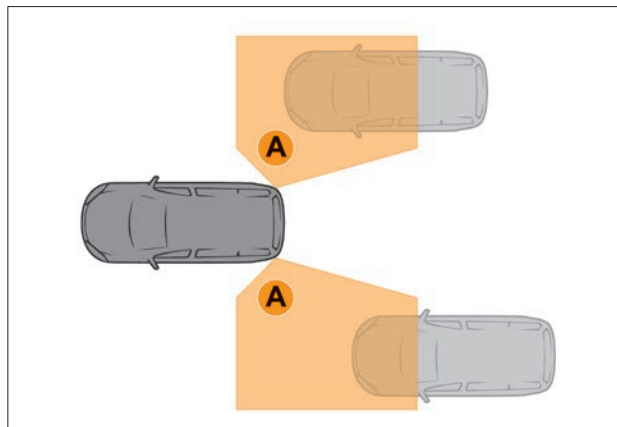

Рис. 5.16.2. «Слепые (невидимые для водителя) зоны»
В варианном исполнении автомобиль оснащается системой контроля «слепых зон» (КСЗ). Система КСЗ предназначена для оповещения водителя о возможном столкновении с другими объектами (такими, как легковой автомобиль, мотоцикл, грузовой автомобиль, автобус) при помощи светодиодных индикаторов **1** в боковых зеркалах (рис. 5.16.1), если сам объект находится в «слепых зонах» **A** и его даже не видно в боковых зеркалах (рис. 5.16.2).
3. При включении сигнализатора поворота (левого или правого) и нахождении объекта детектирования в «слепой зоне» **А** (см. рис. 5.16.2) система КСЗ подаст визуальный предупреждающий сигнал: светодиодные индикаторы **1** (см. рис. 5.16.1) в боковых зеркалах будут мигать соответственно с левой или правой стороны.
4. При выключенном сигнализаторе поворота (левом или правом) и нахождении объекта детектирования в «слепой зоне» **А** (см. рис. 5.16.2) система КСЗ подаст визуальный предупреждающий сигнал: светодиодные индикаторы **1** (см. рис. 5.16.1) в боковых зеркалах будут непрерывно гореть соответственно с левой или правой стороны.